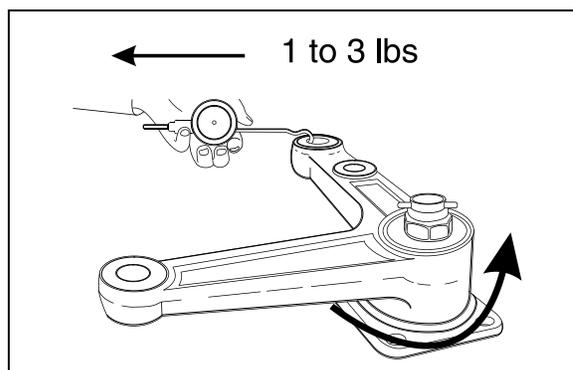

FIGURE 30: LEVIER COUDÉ
11. Dévisser l'écrou jusqu'à ce que le levier coudé ou le bras de renvoi commence à tourner avec l'application d'une force 1 à 3 lb comme illustré à Figure 30.